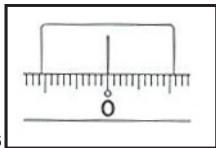

Рис.16
2) Наведитесь на точку А и вращайте лимб „9” до совмещения индекса с отсчетом 0° . (Рис.16)